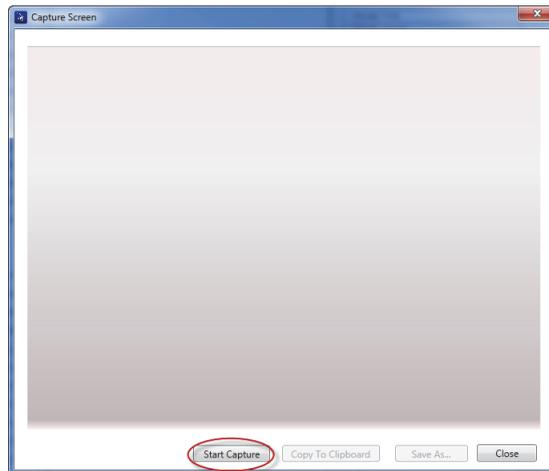

図 7-2 Capture Screen（スクリーンショットの取り込み）
ます (187 ページの図 7-2 参照)。
4. **Capture Screen** (スクリーンショットの取り込み) ダイアログボックスで、**Start Capture** (スクリーンショットの開始) をクリックします (187 ページの図 7-2 参照)。